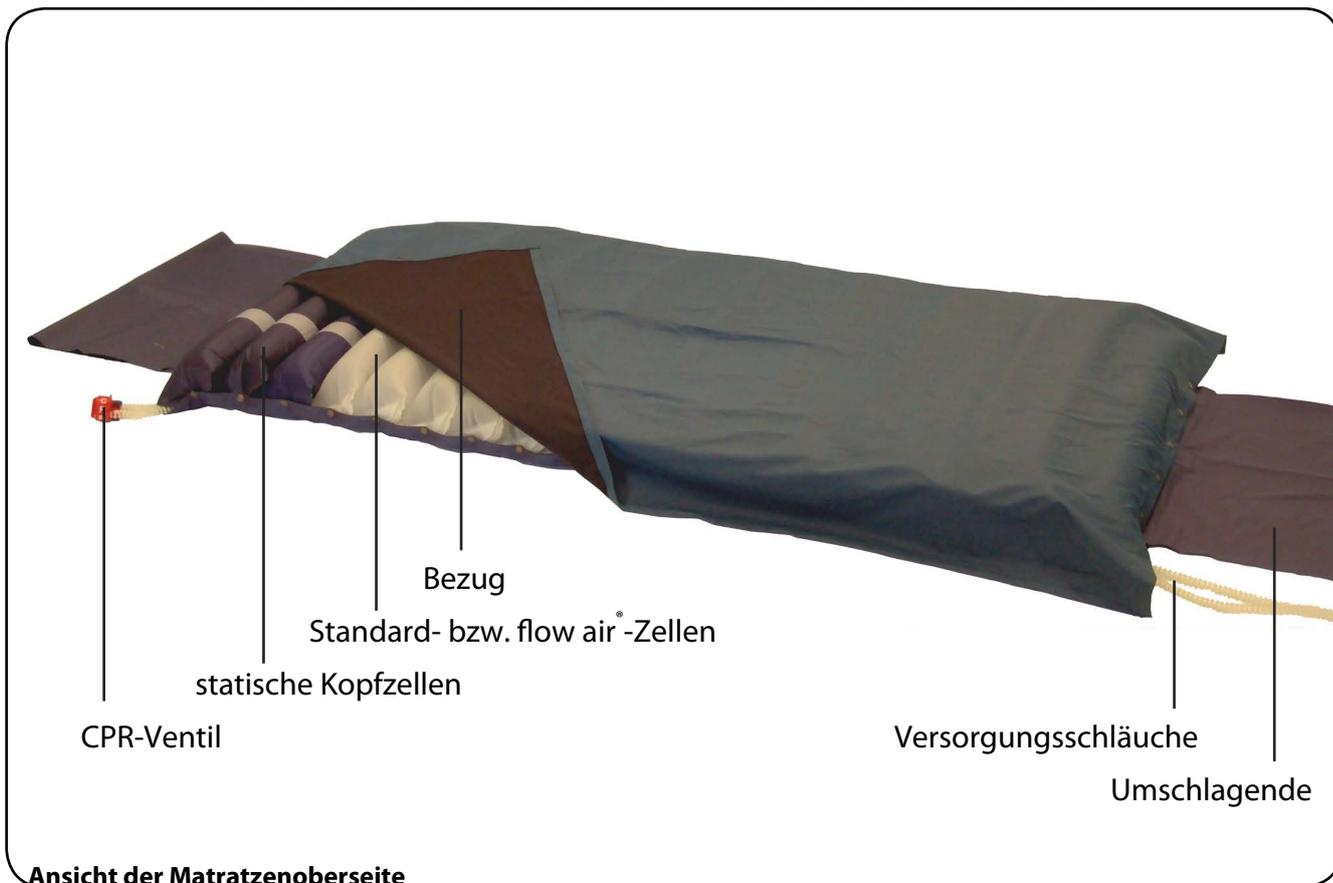

Abbildung 07
6. Befestigen Sie die Wechseldruckmatratze, indem Sie bei der decubiflow® 23-Matratze die vier Befestigungsbänder an der Unterseite der Wechseldruckmatratze (siehe Abbildung 06) unter die Ecken der Liegefläche des Bettes spannen bzw. bei der aks-decubiflow 2000 / 23 A-Matratze beide Umschlagenden (siehe Abbildung 07) an Kopf- und Fußende unter die Standardschaumstoffmatratze oder die Schaumstoffunterlage einschlagen.